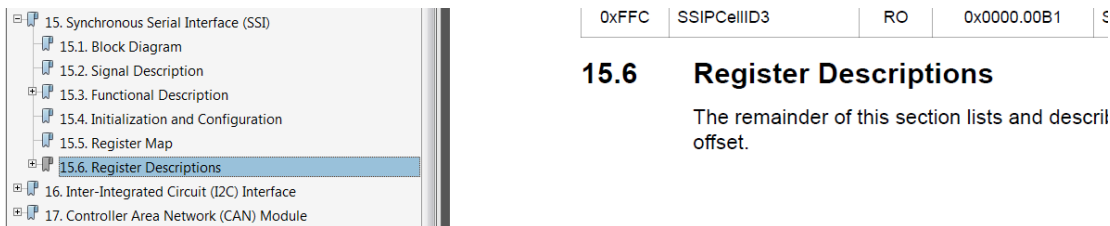
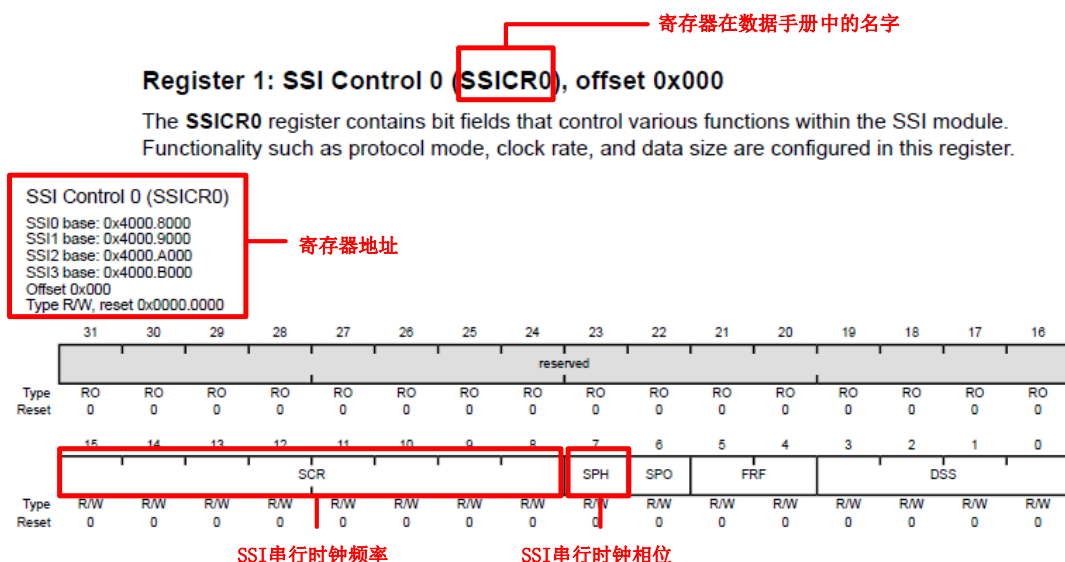

图 2-9 SSI 寄存器描述一节在数据手册中的位置
图 2-10 SSI CR0 在数据手册中的数据位定义表
当我们要对 Tiva 的某个外设模块进行操作时，我们总是先去看它的数据手册的相关内容。比如我们要对同步串行接口 SSI 进行操作，我们会先去翻看数据手册中有关 SSI 的章节，当我们第一次用 SSI 时，我们会通看这个章节的全部内容。从功能描述、端口信号特点、操作流程以及各个寄存器的功能，如果我们对 Tiva MCU 的 SSI 已经熟悉，我们只会关注寄存器的细节定义的章节（图 2-9），很少有人能记住这些寄存器的定义细节（图 2-10），所以每次编程时总要去看看它们，并根据细节定义来编程。
寄存器的宏定义(第一章例程中用到的宏定义)免除我们写代码时要写寄存器地址(图 2-10 中所示)的苦恼。
TivaWare 的寄存器宏定义在以芯片名命名的头文件中, 针对我们的实验套件, 它的名字为“tm4c123gh6pm.h”, 在 TivaWare 安装目录下的 inc 文件夹内。寄存器的宏总是以“\_R”结尾; 以功能模块的名字开头; 以寄存器在数据手册中的名字(图 2-10 中所示)作为第二个字段。比如“SSI0\_CR0\_R”就代表 SSI0 模块中的 CR0 寄存器。GPIO 的稍有例外, 因为有多组 GPIO 接口, 定义成: GPIO\_PORTA\_DIR\_R。用 CCS 打开这个头文件, 可以看看这些定义。
当只有对寄存器的宏定义时, 写程序代码时还必须根据需要设定的功能查寄存器数据位定义表确认给寄存器赋什么值。寄存器中不同的位用来定义不同的功能, 有些功能只需一个位来定义, 比如 SSI 串行时钟相位 SPH (图 2-10), 有些功能需要多个位来定义, 比
如 **SSI0 串行时钟频率 SCR** (图 2-10)。不论是一个位的还是多个位的功能区块称之为“**功能域**”。每个功能域在数据手册中都有一个名字。现在假设我们要根据需求, 要在 SCR 中设置值“0x08”和 SPH 中设置值“1”。这时我们要根据在整个 32 位的寄存器中 SCR 和 SPH 的位置先计算好将要设定的值为: 0x00000880, 然后写出如下程序代码:
- 当某个功能域有多个位组成时, 宏定义中必然存在一个以“\_M”结尾的宏。比如 SCR 域, 就用一个名为 SSI0\_CR0\_SCR\_M 寄存器, 这个宏称为**功能域掩码**。它被定义为一个只在此功能域对应的位上为“1”而其它位为“0”的数。比如 SCR 功能域, 根据图 2-10, 它位于整个 CR0 寄存器的第 8 位到第 15 位之间, 因此它的功能域掩码就是这些位都是“1”, 其它位都为“0”。功能域掩码的定义如下面代码所示, 可以在 tm4c123gh6pm.h 文件中找到: